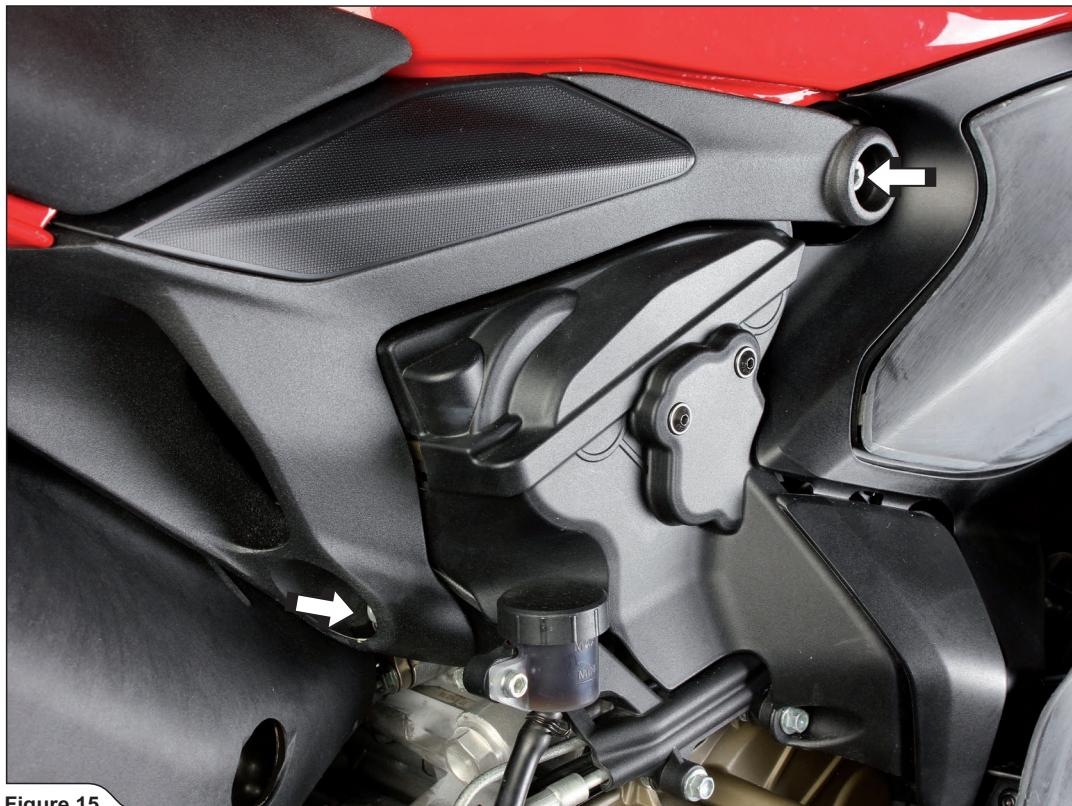

Figure 15
11. ライダーシートを取り外します。車両の両側から、図に示すサブフレームのボルトを緩めて外します（図 15）。